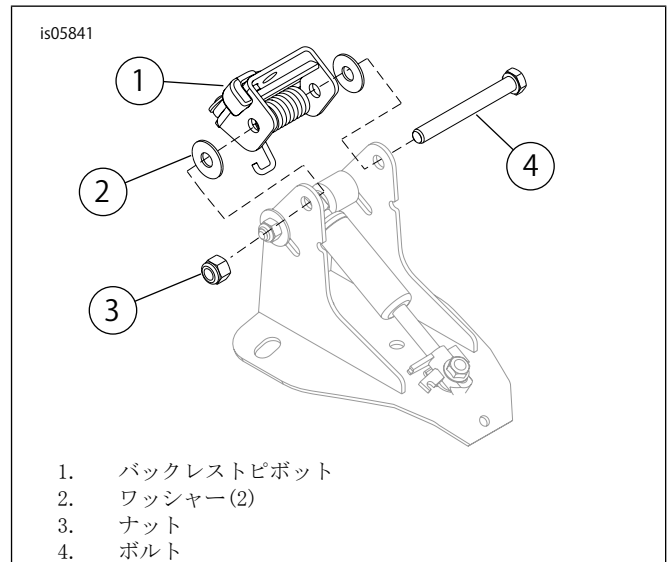

図1. バックレストピボット取り付け
2. 「図1」を参照してください。ナット(3)を取り外します。後の取り付けで使用するため、保管します。
1. 「図1」を参照してください。キット付属の、新しいバックレストピボット(1)を取り付けます。